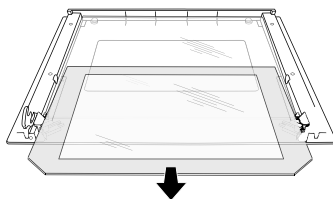
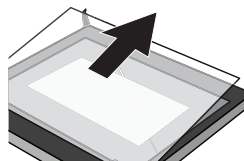

Рис. 4
Рис. 5
4. Поднимите стекло на угол в 25° (рис. 4) и вытащите его из паза (рис.5).